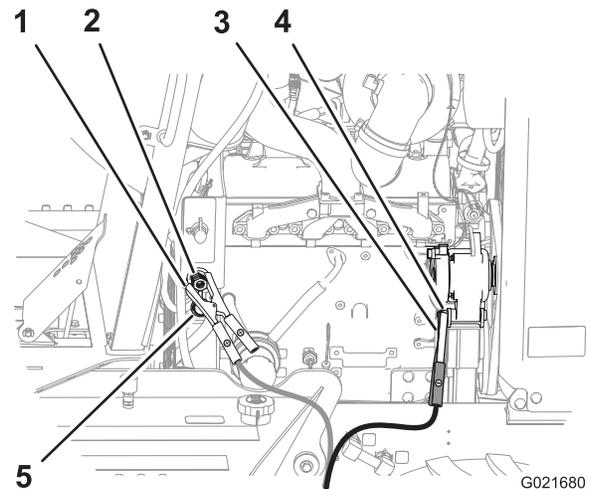

Figura 58
4. Retire a tampa do terminal auxiliar (Figura 58).
5. Conecte o cabo de "chupeta" positivo (+) ao terminal auxiliar (Figura 58).
6. Conecte o cabo de "chupeta" negativo (-) a um ponto de aterramento, como a porca no pivô do alternador (Figura 58).